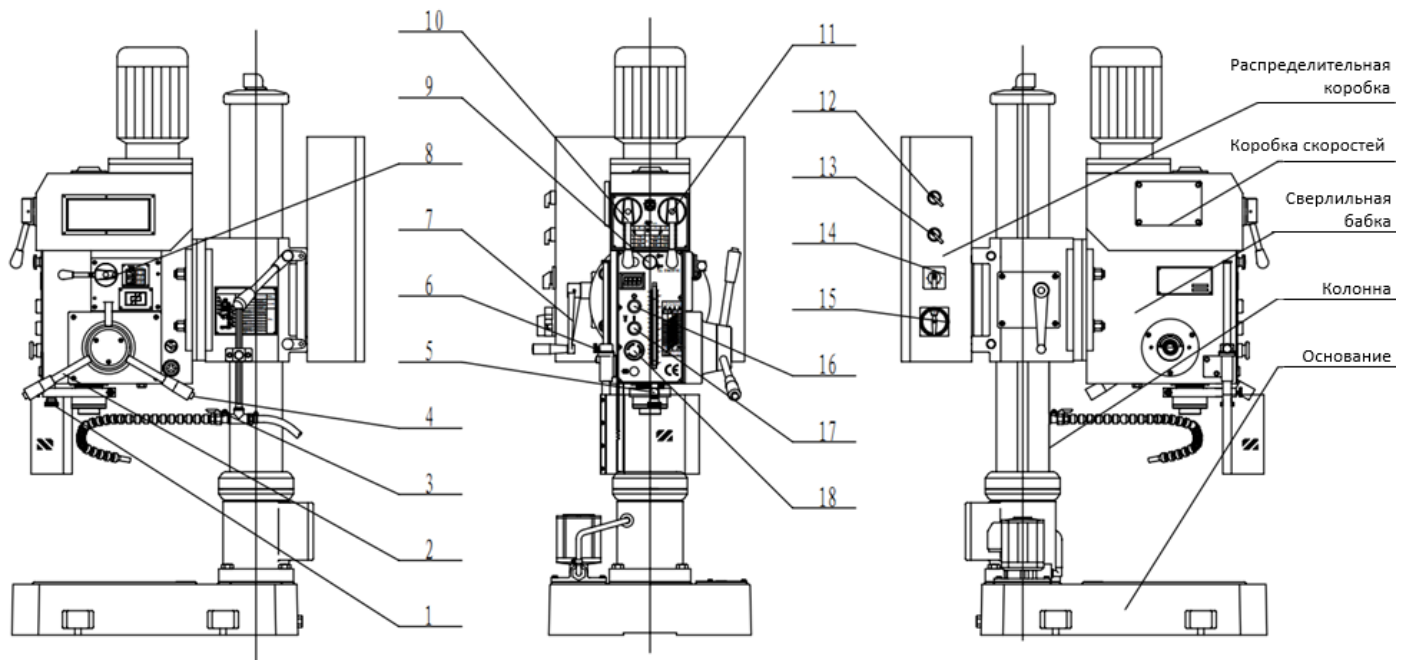

Рис. 1
Для включения станка переведите главный выключатель (15, рис.1) в положение «ON». На панели управления головки станка зажжется индикатор сети. Выберите необходимую скорость вращения шпинделя, пользуясь переключателями (10, 11, 14, рис.1). Проверьте, что кнопка аварийного останова не нажата, в противном случае поверните ее против часовой стрелки для освобождения. Защитный экран должен быть закрыт. При открытом экране станок не запустится. Включите вращение шпинделя, нажав на кнопку (17, рис.1)
Пользуясь таблицей, расположенной на передней части сверлильной головки, выберите необходимую скорость и установите требуемые положения ручек (10, 11, 14, рис.1)
Ручная подача: На сверлильной бабке справа расположены три рычага подачи (2, рис.1). Установите переключатель (13, рис.1) на режим сверления. Возьмитесь за любой из трёх рычагов и опустите вниз. Шпиндель начнёт двигаться вниз, если рычаг поворачивать против часовой стрелки. Шпиндель начнёт двигаться вверх, если рычаг поворачивать по часовой стрелке.
рис.1) на режим сверления. Запустите шпиндель (17, рис.1). Поверните рычаг подачи пиноли на себя и нажмите на кнопку (4, рис.1). Включится автоподача. После достижения заданной глубины сверления или при повороте рычага от себя автоподача отключится и пиноль вернется в исходное положение.
Для серийного производства необходимо задать глубину сверления. Для этого существует шкала спереди сверлильной бабки. Ослабьте винт с накаткой (5, рис.1) поворотом рукоятки (1, рис.1), перемещением шкалы задайте нужную глубину, затяните винт (5). Теперь глубина сверления задана.
Установите требуемую скорость вращения шпинделя положением ручек (10, 11, 14, рис.1). Установите переключатель (13, рис.1) в режим нарезания резьбы. Запустите шпиндель (17, рис.1) Поверните рычаг подачи (2) и приблизьте метчик к заготовке. Необходимо приложить некоторое усилие (в зависимости от размера резьбы) для входа метчика в отверстие. При достижении необходимой глубины нарезания резьбы нажмите на кнопку (4, рис.1), направление движения шпинделя сменится на противоположное и метчик выйдет из заготовки. Также реверс автоматически включается при достижении заданной глубины сверления. После возвращения пиноли в исходное положение направление движения вернется к первоначальному.
Остановить станок можно, нажав на кнопку (16, рис.1). Если требуется аварийная остановка при работе, нажмите кнопку аварийной остановки (18, рис.1), что приведёт к отключению станка.
Станок оснащён устройством быстрой смены режущего инструмента, управляемым рукояткой (9, рис.1). Надавите рукоятку (9) в направлении сверлильной бабки, если требуется установка режущего инструмента. При снятии инструмента надо немного выкатить пиноль, вытянуть рукоятку (9), и, придерживая режущий инструмент левой рукой, поднимите пиноль, инструмент выпадет вниз.